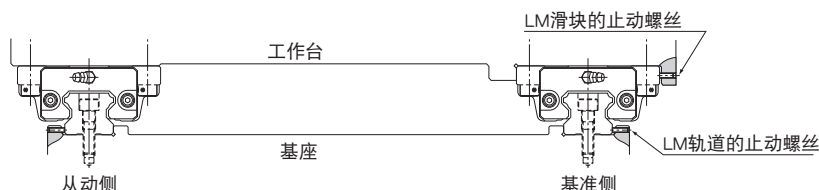

图5 机械中有振动冲击作用时
(1) 将工作台轻轻放置在LM滑块上,不完全锁紧安装螺栓。
(2) 通过止动螺丝将LM滑块的基准侧与工作台侧面基准面接触,使工作台定位。(参照B1-91图5)
(3) 全锁紧基准侧和从动侧的装配螺栓,完成安装。